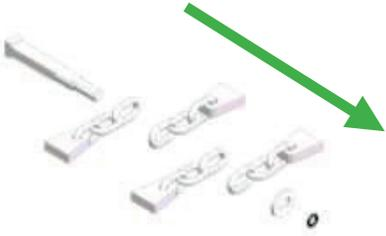

Fig.2A
- 2 - Retirer le joint, la rondelle, puis les 4 masselottes usagées. (Fig. 2A).